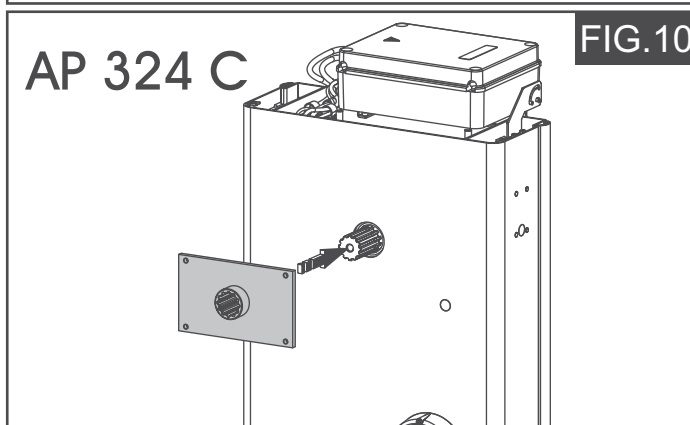

FIG.10
11.- En la parte delantera de la Barrera coloque el plato porta-barra y manténgalo en posición horizontal, (Fig. 10).